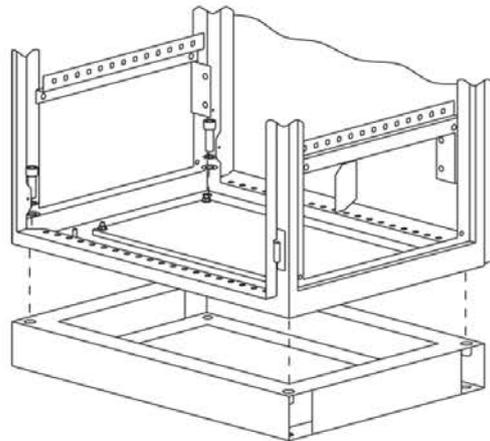

Рисунок 13
4.10.2 Закрепите шкаф на цоколе четырьмя болтами М12×25 с шайбами (рисунок 13) момент затяжки 56 Н·м.